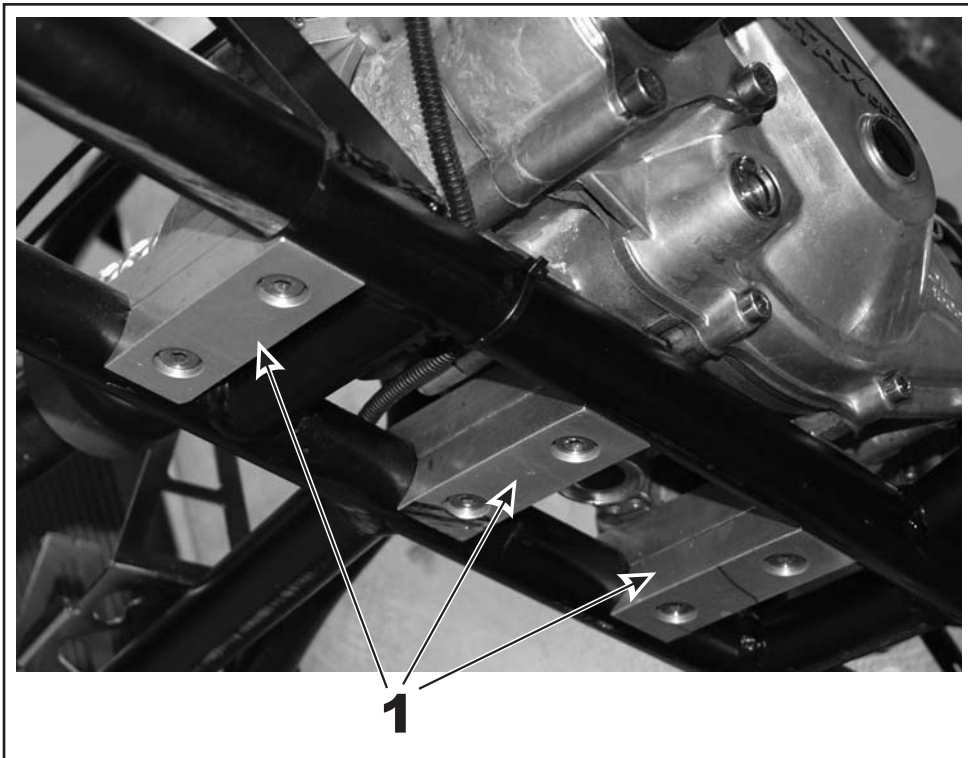

Bild 6
Der Motor wird mittels 2 (optional 3) Befestigungsbrücken (1) am Fahrzeugrahmen montiert (siehe Bild 6) da die Fahrzeugrahmen unterschiedlich ausfallen sind die Befestigungsbrücken nicht im Lieferumfang des Motors enthalten.
- ➔ Obere Befestigungsbrücken nach dem Ausrichten am Motor mit 4 (optional 6) M8 x 25 Zylinderkopfschrauben mit 28 Nm (248 lbf.in.) anziehen. Die unteren Befestigungsbrücken am Rahmen fixieren, und die 4 (optional 6) M8 x 30 Zylinderkopfschrauben mit 22 Nm (195 lbf.in.) anziehen. (Bild 6)